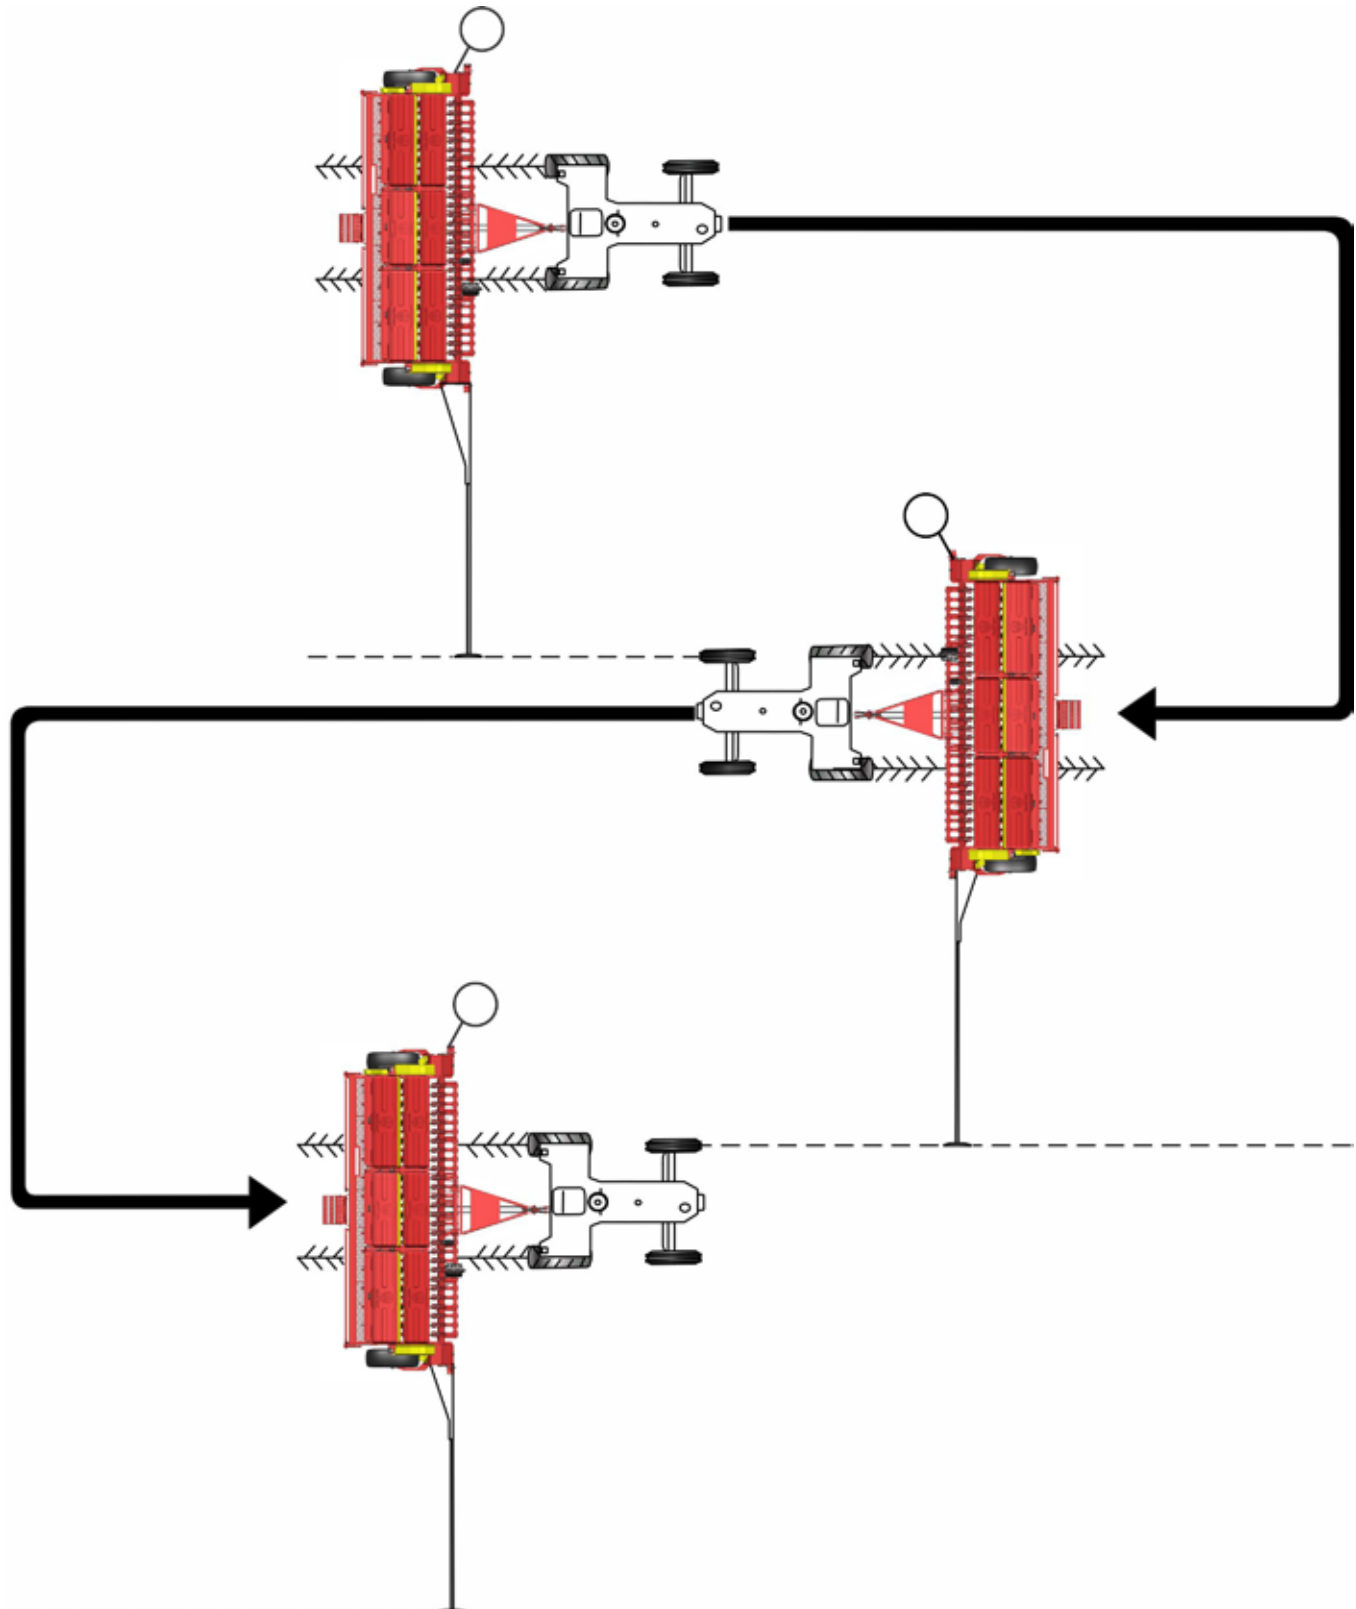

fig. 34
- **OPÇÃO 1:** Fazendo a marcação pelo pneu dianteiro do trator (no lado de dentro), fig. 34.